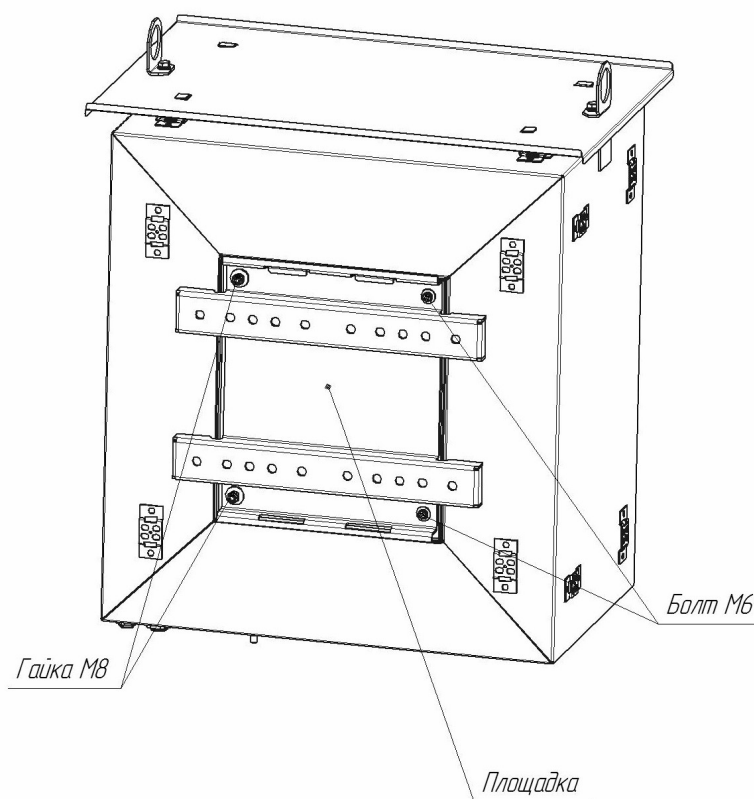

Рис. 11 .
3.4.1. Открутить два болта М6 (винта М6) и две гайки М8 на задней стенке шкафа и демонтировать с задней стенки шкафа ШСО монтажную площадку (см. рис. 11.)